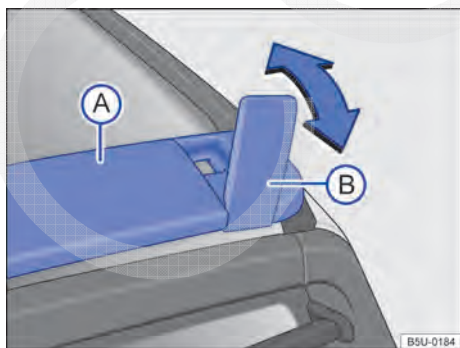

Fig. 145 No teto: travessa e suporte articulado.
Utilizar somente a travessa do teto → Fig. 145 (A) e os suportes articulados (B) como apoio para fixar os objetos com maior altura ou que não possam ser acomodados totalmente no assoalho do compartimento de carga → ⚠.